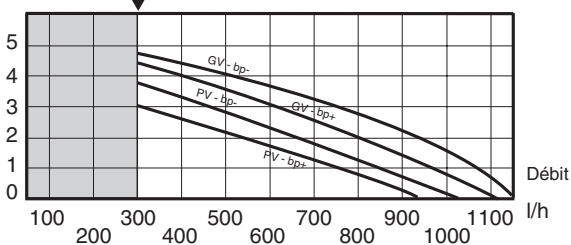

Fig. 15
- **GV**, krommen fig. 15, (in fabriek afgesteld).
De wandketel is uitgerust met een regelbare by-pass, die toelaat om het debiet in de verwarmingskring aan te passen volgens de karakteristieken van de installatie. Beweeg de vijs **d** (fig. 14) van de regeling van de by-pass, welke men ziet onder de hydraulische blok (losvrijzen om te openen), teneinde de beschikbare manometrische hoogte aan te passen aan de drukverliezen van de installatie, volgens de kurven van de diagrammen **GV** (grote snelheid) of **PV** (kleine snelheid) (fig. 15 of 16).